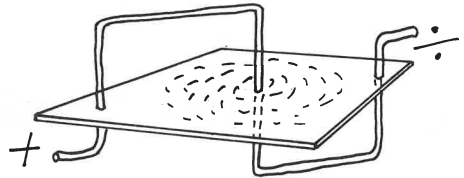

Fig. 15
A) Til dette forsøg (fig. 15) udkrævedes en strømstyrke på ca. 30 A.